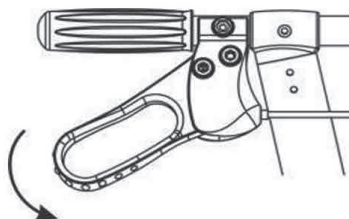

Fig.2
2. För att aktivera parkeringsbromsen, tryck ned bromsspaken tills den låser (Fig. 2).